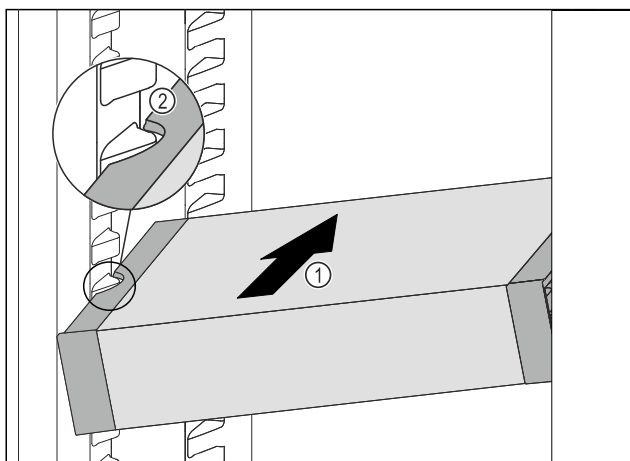

Fig. 100
- VarioSafe schuin in het koelgedeelte schuiven Fig. 100 (1), tot de uitsparingen aan de zijkant Fig. 100 (2) van de VarioSafe op de hoogte van de rib in het koelgedeelte zitten.